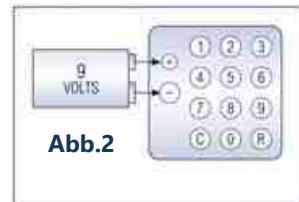

Abb.2
1. Die 9V-Batterie unter Beachtung der Polarität einlegen (Abb. 2) und für die ganze